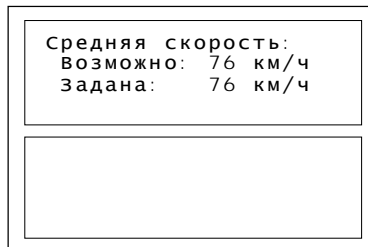

Рисунок 31
2.2.6.10 Для редактирования скорости движения выбрать в меню одноименный пункт. При этом появится следующий экран - Рисунок 31.